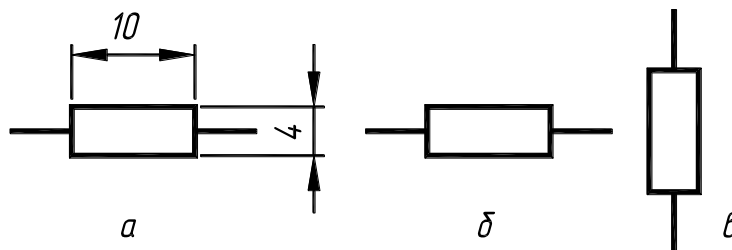

Рисунок 2
3.2 Вычертить резистор (рисунок 2).
Рисунок 2а иллюстрирует форму и размеры условного графического обозначения резистора, рисунки б и в – изображение расположения резисторов на схемах.
Вычертить выводы резистора. **ПРис Отрезок:** Первая точка: **60, 262 <ОК>** Следующая точка: *сместить прицел влево*, в **КС** ввести длину отрезка: **5 <ОК> <ОК>** **ПРис Отрезок:** Первая точка: **70, 262 <ОК>** Следующая точка: *сместить прицел вправо*, в **КС** ввести длину отрезка: **5 <ОК> <ОК>** (рисунок 2б).
поворачиваемый объект – **заклЮчить в рамку рисунок резистора <ОК>**. ОП **Контточка**: прицелом указать на левую конечную точку вывода резистора. Угол поворота: **90 <ОК>** (рисунок 2в).
7. Перечислите графические примитивы, используемые при построении УГО резистора (рисунок 2) ?